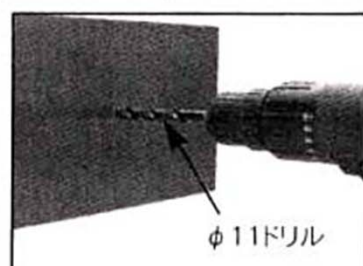

図1
1. 穴あけをおこなう被加工物（軟鋼板を主とし、アルミ板・銅板・黄銅板等にも使用可能です。）に電気ドリル等により $\phi 11\text{mm}$ の1次下穴をあけてください。（図1）